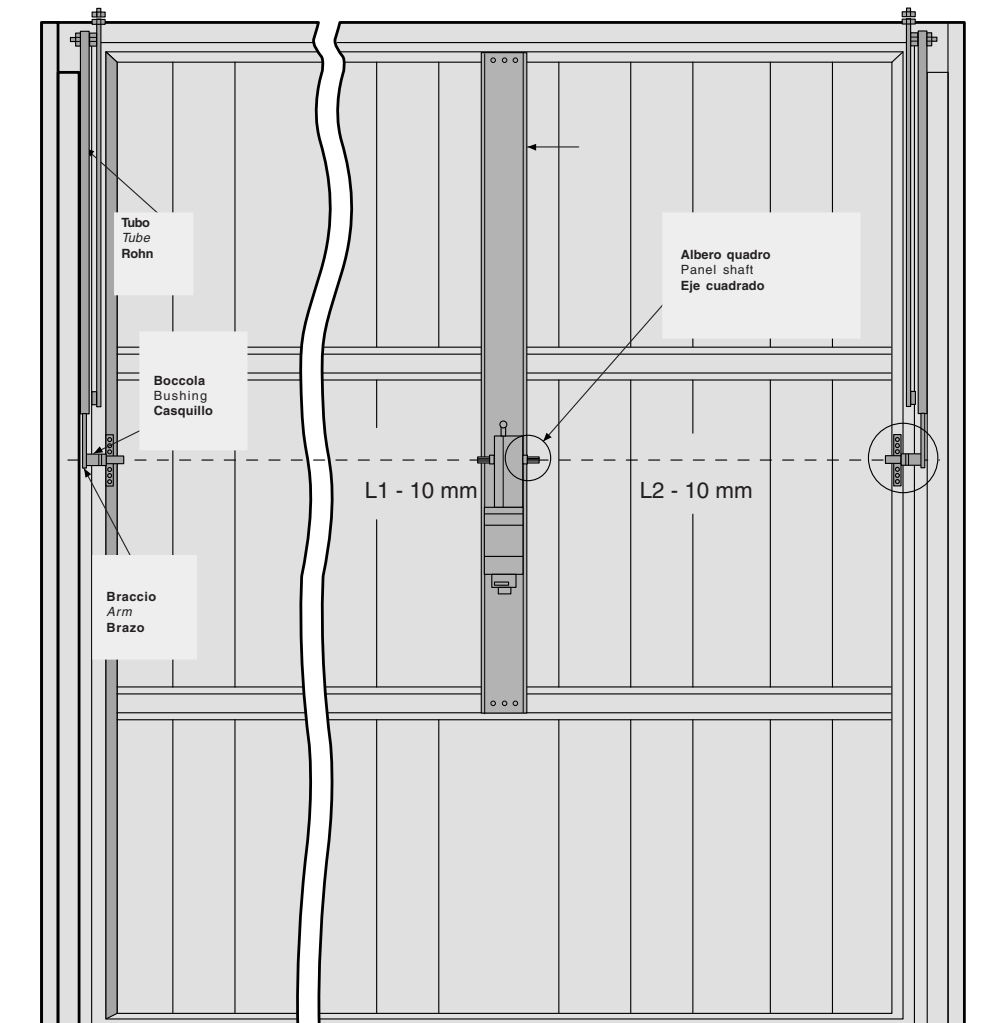

Fig. 6
- Inserire gli alberi quadri al motore lasciando sporgere di 35 mm e bloccarli con i grani di fissaggio posti sull'albero motore (fig. 6). Lubrificare le boccole e inserirle nei rinvii. Tagliare il tubo di trasmissione 10 mm più corto delle distanze L1 ed L2 (distanza tra il profilo della boccola e il profilo dell'albero motore). Lubrificare e inserire il braccio nel tubo e collegare quest'ultimo alla boccola e al rinvio come da fig. 7.
- Fit the square transmission shafts to the motor so that they protrude by 35 mm. Anchor the transmission shafts by tightening the screws on the motor drive shaft (see fig. 6). Lubricate the bushings and insert them into the transmission system. Cut the tube so that it is 10 mm shorter than the distances L1 and L2 (i.e. the distance between the face of the bushing and the edge of the motor drive shaft). Lubricate the arm and insert into the tube. Connect the tube to the bushing and the transmission system as shown in fig. 7.
- Introduzca los árboles cuadrados en el motor dejando que sobresalgan 35 mm y bloquéelos con los tornillos de fijación colocados en el árbol motor (fig.6). Lubrique los casquillos y móntelos en las transmisiones. Acorte el tubo de transmisión 10 mm menos que las distancias L1 y L2 (distancia entre el perfil del casquillo y el perfil del eje motor). Lubrique e introduzca el brazo en el tubo y una éste último al casquillo y a la transmisión, tal como indica la fig. 7.